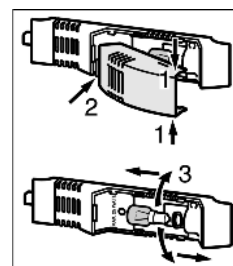

Fig. 8
- ▶ Возьмитесь за крышку лампы сверху и снизу Fig. 8 (1).
- ▶ Выведите крышку лампы сзади из зацепления и снимите Fig. 8 (2).
- ▶ Замените лампу накаливания Fig. 8 (3).